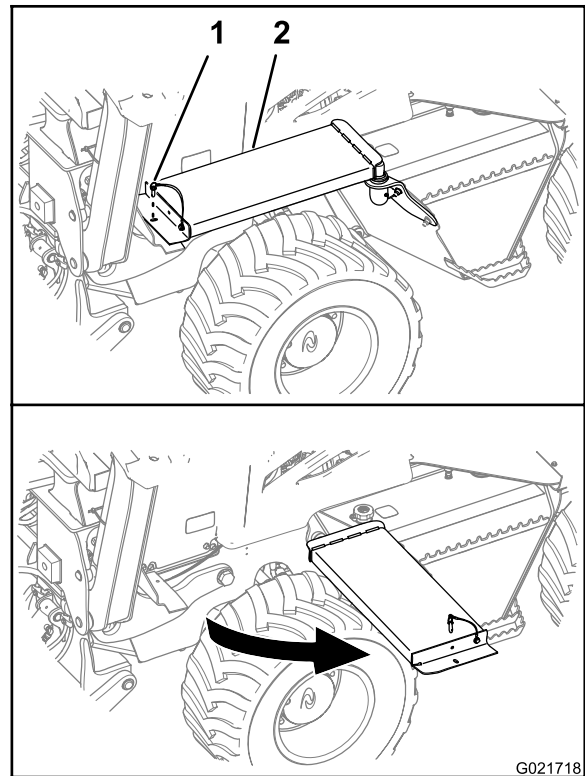

Bild 36
- A. Nehmen Sie an der linken Seite der Maschine den Haltering vom vorderen Ende des Durchgangs ab (Bild 36).
- B. Drehen Sie den Durchgang von der Maschine weg, wie in Bild 36 abgebildet.
- A. Drehen Sie das vordere Ende des Durchgangs auf die Ausgangsstellung (Bild 36).
- B. Fluchten Sie das Loch im Durchgang mit dem Loch in der Stützhalterung für den Durchgang aus (Bild 36).